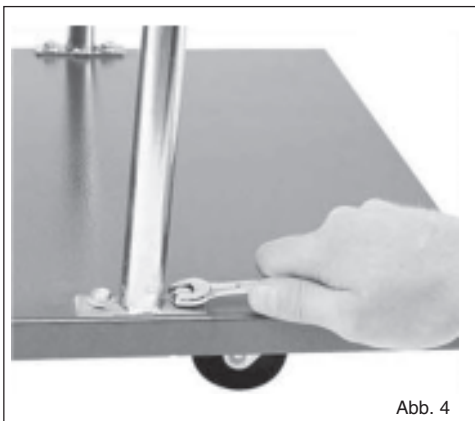

Abb. 4
3. Die zwei Trommeln mit den zugehörigen Dichtungen am Ausgang der Kanäle befestigen **(Abb. 4)** und die Haltestangen mit dem Untergestell verbinden. **(Abb. 5)**